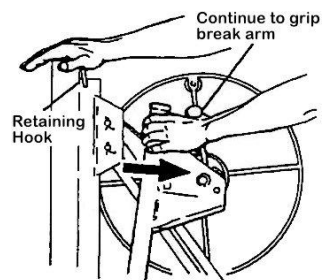

Figure 4
- c) Coloque su mano derecha sobre el marco. Sigue sosteniendo la barra freno para evitar que el cable de acero salte hacia atrás, luego Tire del cabrestante completamente hacia usted (Fig. 4).